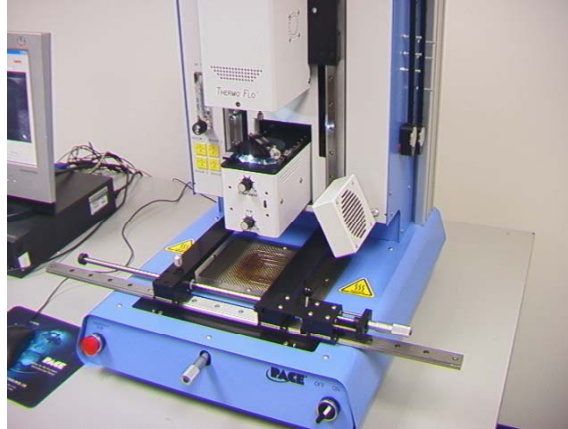

Figure 16
- viii. Placez le composant sur la plaque de montage située au-dessus du boîtier de la caméra. (Figure 16) Le composant doit avoir la même orientation que la buse.